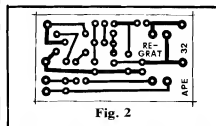

Fig. 2
- **FIG. 2** - O lay out, em tamanho natural, da plaquinha de Circuito Impresso específica para a montagem... Note que a compactação foi a tônica do desenho, já que pretendíamos manter a possibilidade de até "embutir" o REGRAT dentro do gravador acoplado... As pistas são fininhas e as ilhas estão bastante próximas umas das outras... Assim, é necessário algum cuidado, tanto na traçagem, quanto na corrosão e acabamento da placa, operações que devem ser finalizadas com